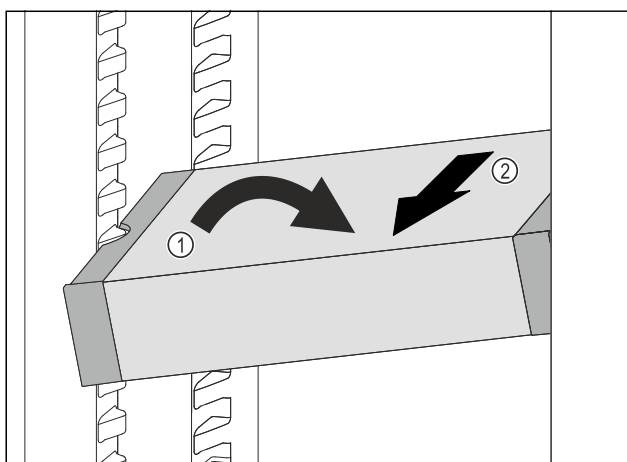

Fig. 112
- ▶ Ukosite ladicu VarioSafe u hladnjaku. Fig. 112 (1)
- ▶ Izvadite ladicu VarioSafe prema naprijed. Fig. 112 (2)